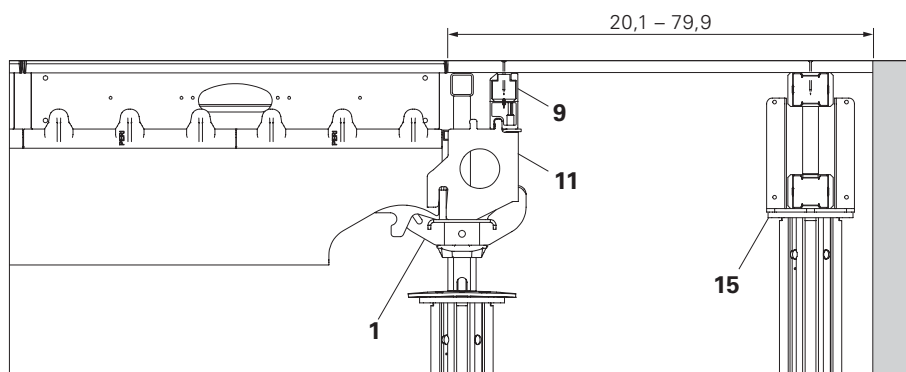
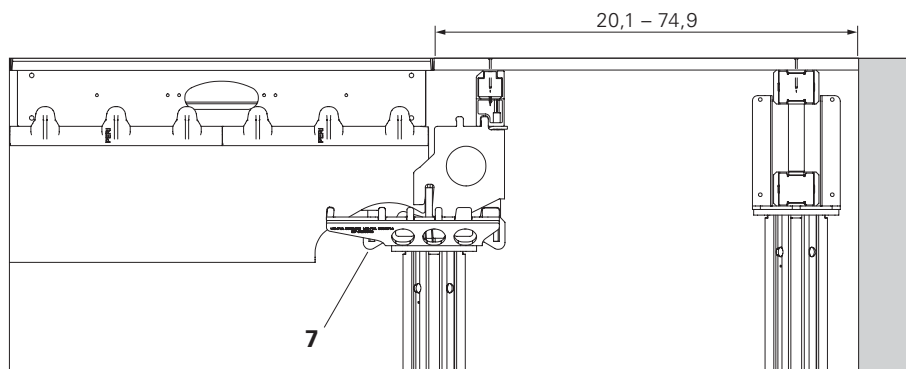
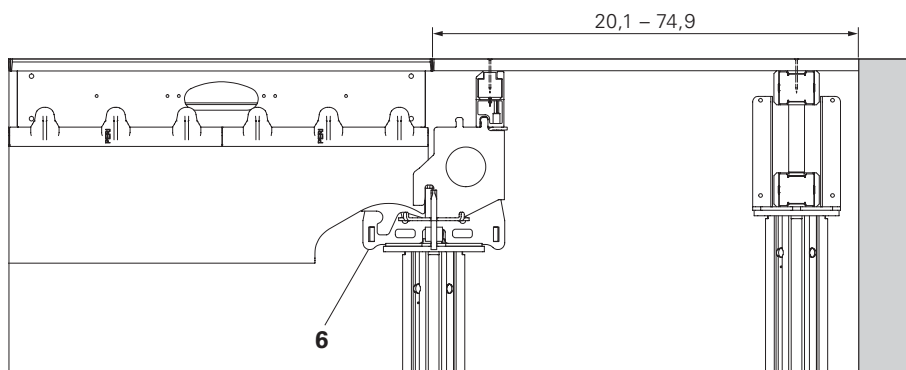

Fig. A5.28
Fig. A5.29
Fig. A5.30
1. Agganciare la trave alla testa a caduta SFK (1) (Fig. A5.28), alla testa combi SCK (7) ruotata di 180° (Fig. A5.29) o alla testa d'appoggio SSK (6) (Fig. A5.30).
2. Posare l'appoggio frontale (11) e l'orditura di adattamento (9).
3. Disporre il puntello supplementare con testa a croce e trave per casseforme (15).
4. Posare il pannello di rivestimento e inchiodare. (Fig. A5.28 – A5.30)